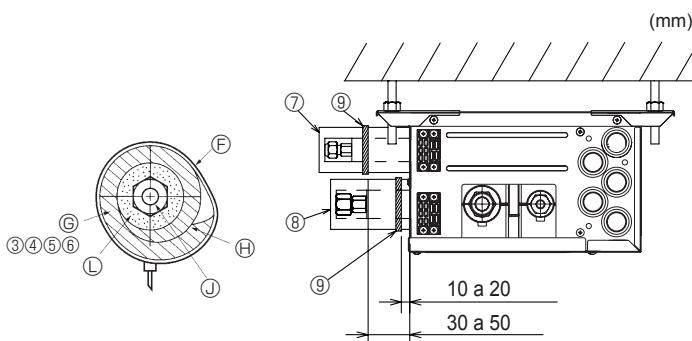
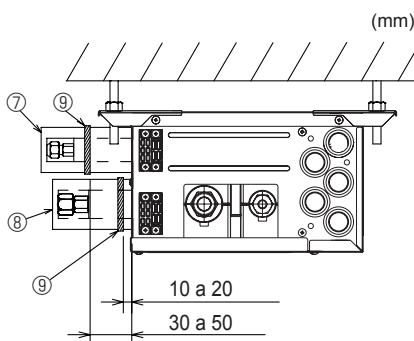

Fig. 7-3
Fig. 7-4
- (1) Retire las tuercas abocardadas y las tapas de la caja de derivación.
- (2) Proceda a abocardar los extremos de la tubería de líquido y de gas y aplique aceite de refrigeración (adquirido localmente) a la superficie abocardada. No aplique aceite en la parte roscada.
- (3) Conecte inmediatamente los tubos de refrigerante. Apriete siempre las tuercas abocardadas según la torsión que se indique en la tabla 2; para ello, utilice una llave dinamométrica y llave doble.
- (4) Presione las cubiertas de los tubos ③ y ⑤ de la tubería de líquido contra la unidad y envuélvala para que se fije. (Fig. 7-3)
- (5) Presione las cubiertas de los tubos ④ y ⑥ de la tubería de gas contra la unidad y envuélvala para que se fije. (Fig. 7-3)
- (6) Aplique las cintas suministradas ⑨ en una posición de 10 - 20 mm de cada extremo de las cubiertas de los tubos (③ ④ ⑤ ⑥).
- (7) Si la unidad interior no está conectada, ajuste las cubiertas de los tubos que se suministran (con las tapas ⑦ y ⑧) en las conexiones de los tubos de refrigerante de la caja de derivación contra la unidad para evitar el goteo de condensación de los tubos. (Fig. 7-4)
- (8) Fije las cubiertas de los tubos (⑦ ⑧) con las cintas ⑨ suministradas.
- Ⓐ Cinta ⑨
- Ⓑ Cubiertas de los tubos ③ ④ ⑤ ⑥
► Utilice los siguientes procedimientos para la parte de conexión interior cuando la unidad interior no está conectada. (Fig. 7-4)
- (1) Para evitar fugas de refrigerante, asegúrese de que las tuercas abocardadas están apretadas según los pares* especificados en la tabla 3.
- (2) Para evitar la condensación, instale las cubiertas de las tuberías ⑦ ⑧ contra la unidad y apriételas con las cintas suministradas ⑨.